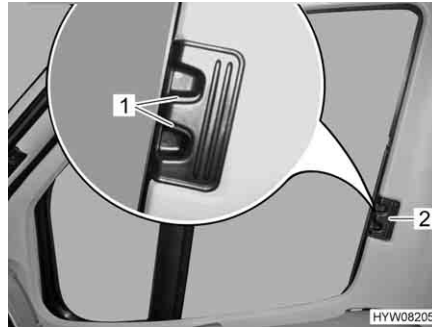

Bild 40 Plisségardin för förar-/passagerarfönster
- Ta tag i handtaget (Bild 40,2) till plisségardinerna för förarfönstret och passagerarfönstret och skjut in dem så långt det går.
- Låt låshandtagen (Bild 40,1) haka fast.